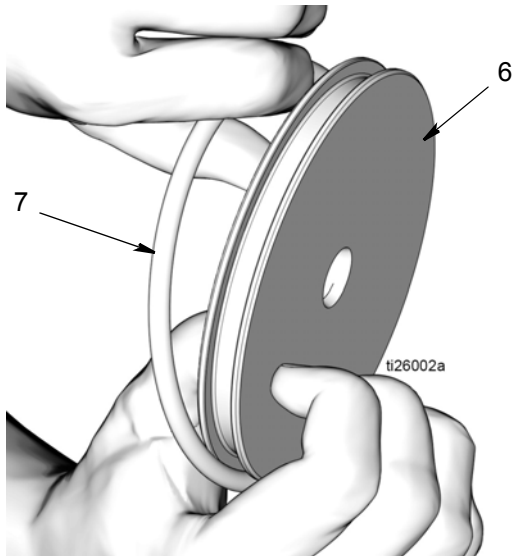

FIG. 22
- d. Saque la junta tórica (7) del pistón (6) (FIG. 22).